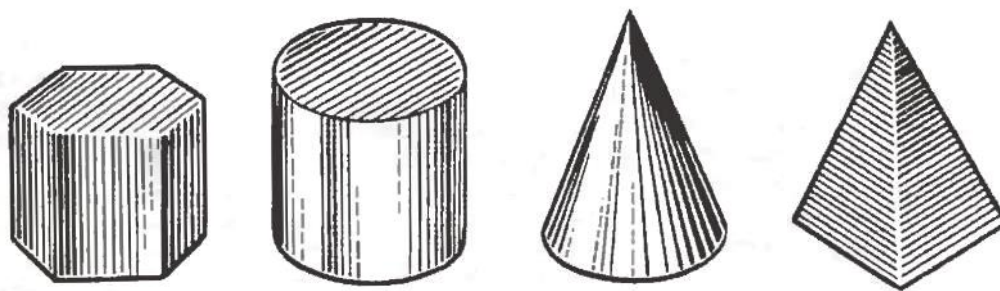

Рисунок 19 - Теневая штриховка геометрических тел
1. Нанести теневую штриховку, рисунок 19. Учесть, что лучи света падают на предмет справа и сверху или слева и сверху.